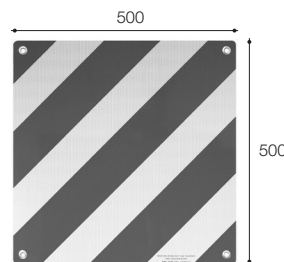

Figura V.3
1. I pannelli quadrangolari per segnalare sporgenze longitudinali del carico da installarsi alla estremità della sporgenza ai sensi dell'articolo 164, comma 9, del codice devono corrispondere al tipo indicato nella **figura V.3** e devono avere una superficie minima di 2500 cmq. Detta superficie deve essere rivestita con materiale retroriflettente a strisce alternate bianche e rosse disposte a 45°.